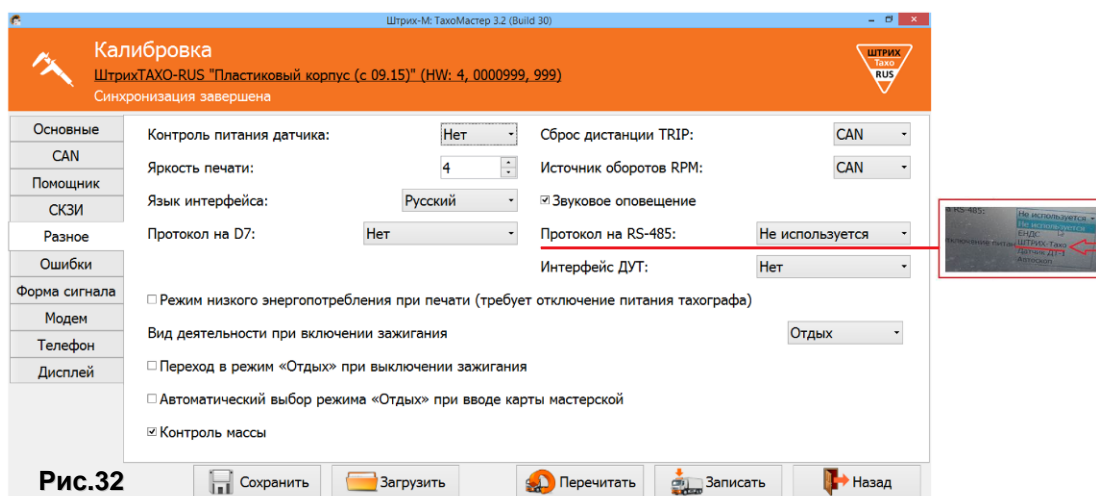

Рис.32
- 6.14. Дополнительно к инструкции п. 5.10 необходимо на вкладке «Разное» программы для настройки Устройства Штрих-М:ТахоМастер установить параметр «Протокол на RS-485» на значение «Штрих-TAXO» (Рис. 32) и записать настройки.